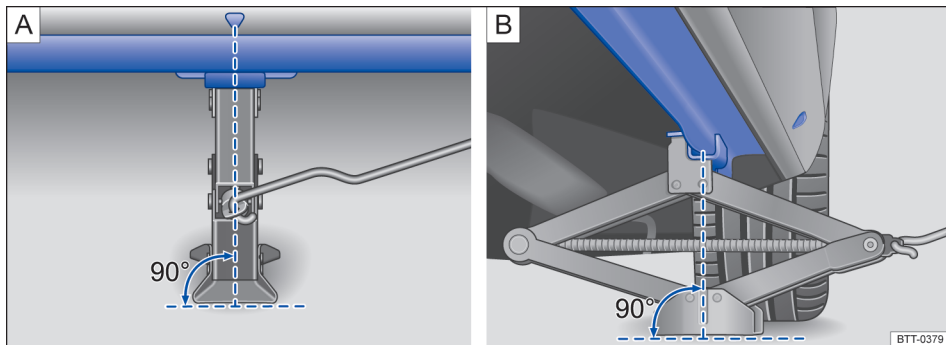

Fig. 192 Macaco colocado no lado esquerdo do veículo, na área traseira.
5. Busque sob o veículo o ponto de apoio para o macaco → Fig. 192 que se encontre mais próximo à roda a ser substituída.
8. Assegure-se de que toda a base do macaco descansa firmemente sobre o solo e que se encontre exatamente sob o ponto de apoio vertical → Fig. 192  e .
9. Centralize o macaco e continue subindo com a manivela até que a garra sujeite o reforço abaixo do veículo → Fig. 192.
- Coloque o macaco apenas nos pontos descritos. A garra do macaco deverá sujeitar bem o reforço da longarina → Fig. 192.